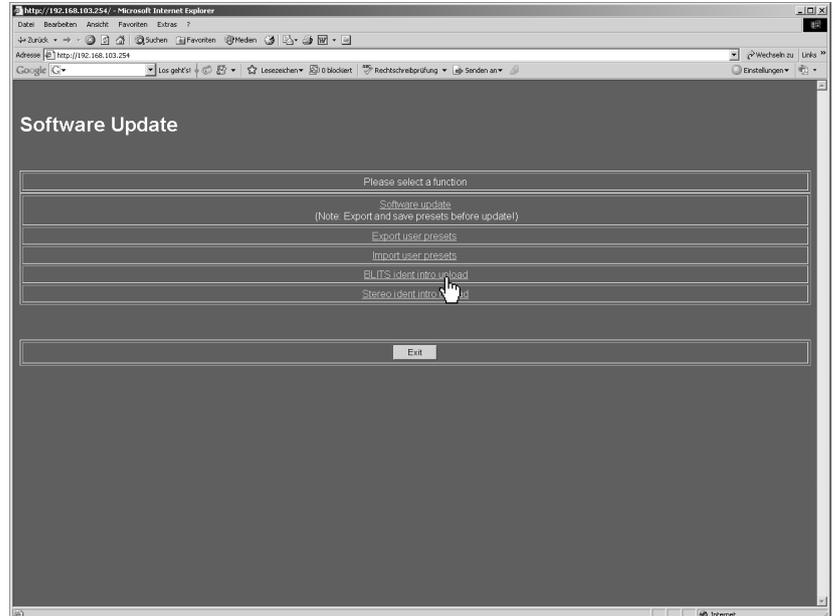
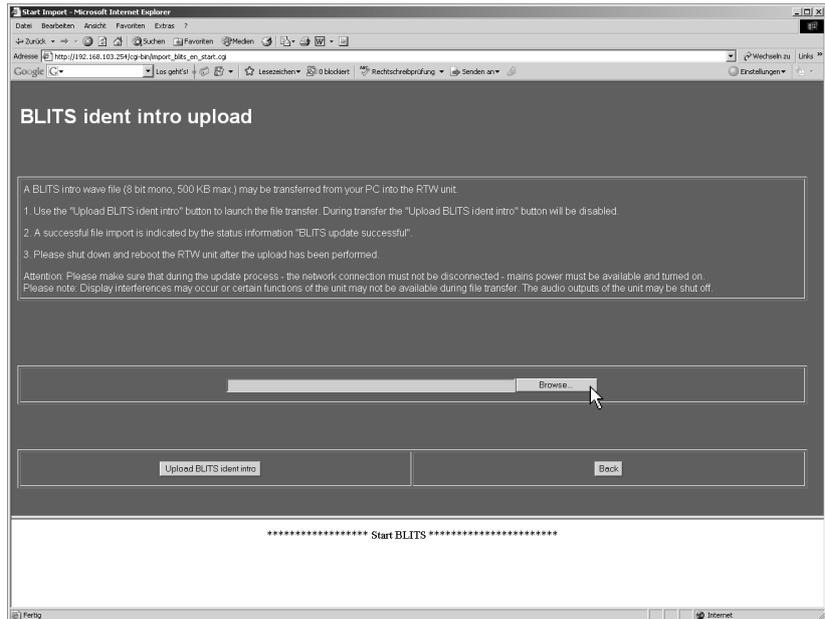
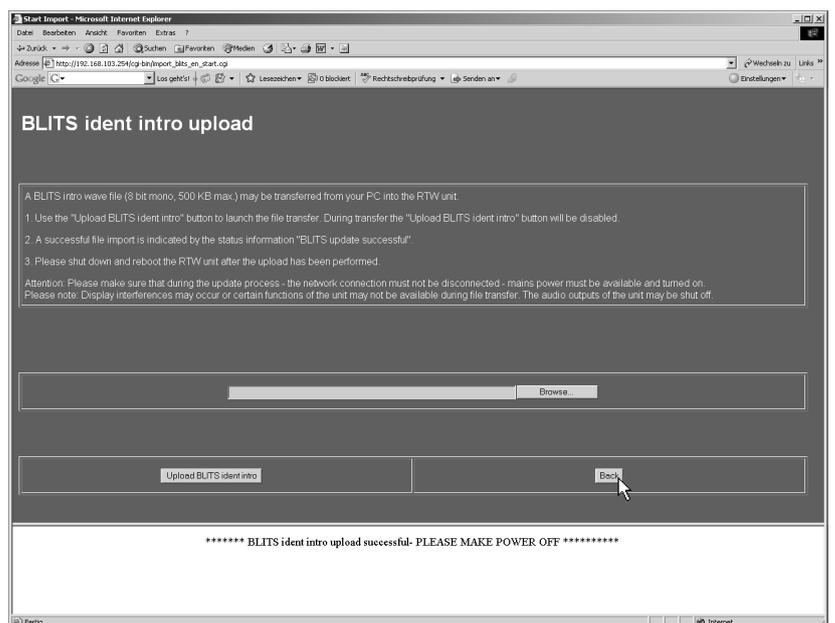

Bild 8-25: Anzeige des Software-Update-Programms in einem Internet-Browser
Bild 8-26: Anzeige der „BLITS ident intro upload“-Seite („Durchsuchen“)
Bild 8-29: Ende des Hochladens der Intro-Datei
2. Im Browser-Fenster erscheint das Software-Update-Programm des SurroundMonitor (siehe Bild 8-25). Wählen Sie „BLITS ident intro upload“. **Beachten Sie bitte die Hinweise auf der „BLITS ident intro upload“-Seite** (siehe Bild 8-26).
3. Klicken Sie auf die Schaltfläche „Durchsuchen“ (siehe Bild 8-26).
6. Wenn die Meldung „BLITS ident intro upload successful - PLEASE MAKE POWER OFF“ erscheint, ist das Hochladen der Intro-Datei abgeschlossen (siehe Bild 8-29). Zur Aktivierung des Intros für die BLITS- bzw. Surround-Kanalidentifikation ist ein Neustart des SurroundMonitor erforderlich.
7. Klicken Sie auf die Schaltfläche „Back“ (siehe Bild 8-29), um auf die Startseite (siehe Bild 8-25) zurück zu kehren, und klicken Sie auf „Finish“, um das Update-Programm zu verlassen.